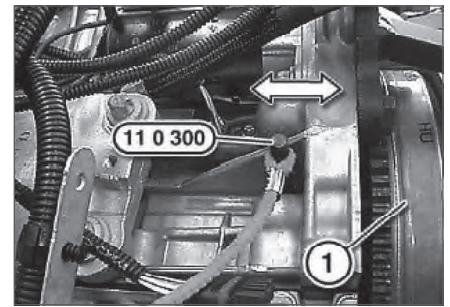

Рис. 7.122. Блокировка маховика
- Заблокировать коленчатый вал приспособлением «11.0.300» (рис. 7.122).